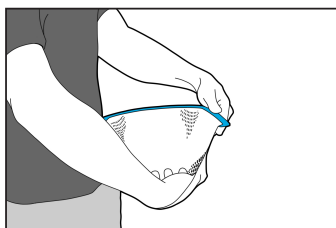

图1
2. 若要预拉伸 U-Frame 或 S-Frame，一手将面罩维持靠在您的臀部上，另一只手拉伸面罩约 15 cm (6 英寸) (图 1)。